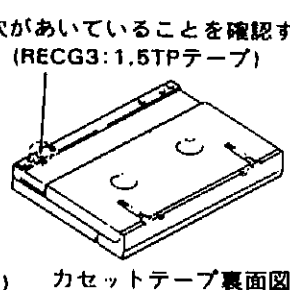

図3-2
- ・この時カセットハーフのRECG3孔が開いていることを確認する。(図3-2参照)